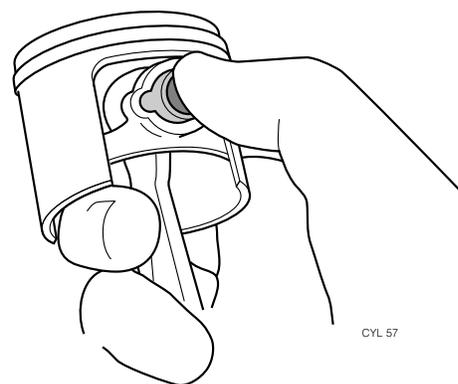

Figura 7.14 Instalación del pistón (757 solamente)
Paso 3. Sólo con la mano, empuje el pasador a través de los refuerzos del pistón hasta que quede centrado entre los dos surcos de retención de los aros. (Figura 7.14)